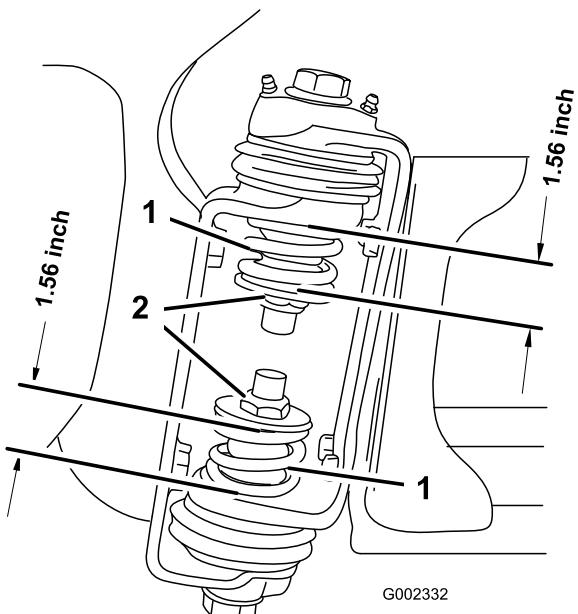

Figura 8
3. All'altezza della cerniera della barra, misurate la compressione delle molle superiori e inferiori mentre le barre sono prolungate (Figura 8).